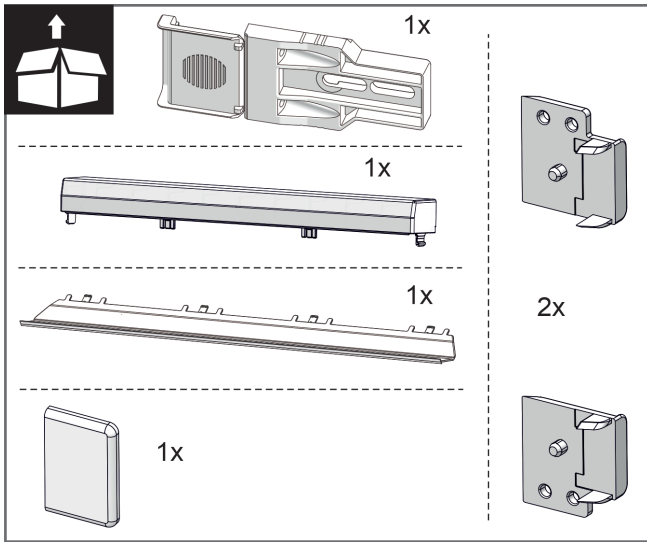
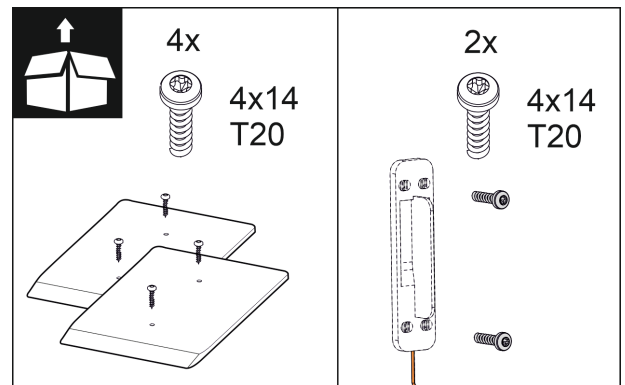

Fig. 10
Fig. 16
2. Проверка на монтажните части в приложения пакет. Fig. 10 () до Fig. 16 ()
Монтажни части в приложения пакет Fig. 10 () до Fig. 16 ()